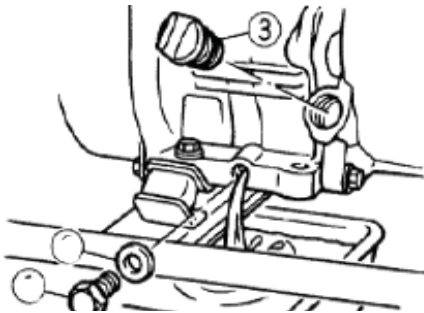

Рис.23
## • 2) ЗАМІНА МОТОРНОЇ ОЛИВИ (Рис. 23)
2. Зніміть кришку горловини для заливання оливи (Рис.23).
3. Поставте піддон для збирання оливи під двигун. Зніміть пробку для зливання оливи в такий спосіб, щоб оливу можна було злити в повному обсязі (Рис.23).